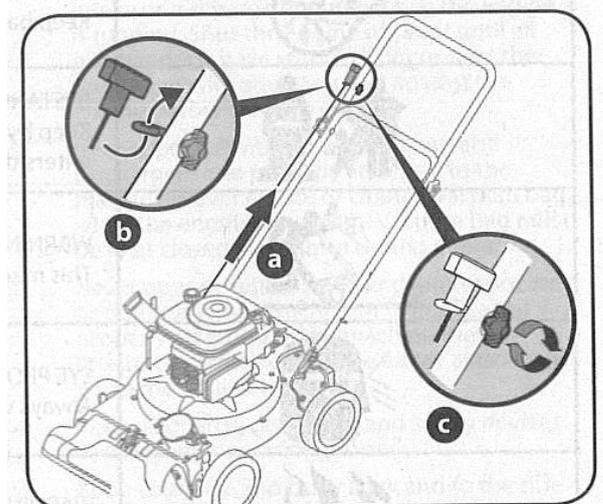

図.6-3
- エンジンのスターターロープをゆっくり引きます。(図.6-3-a)
- スターターロープをロープガイドに差し込みます。(図.6-3-b)
- ウイングナットを固定します。(図.6-3-c)